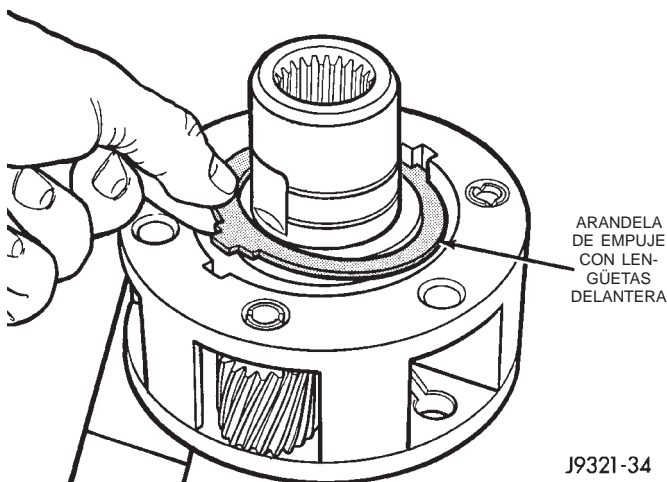

Fig. 37 Desmontaje de arandela de empuje con lengüetas delantera
- (3) Retire la arandela de empuje con lengüetas delantera (Fig. 37).